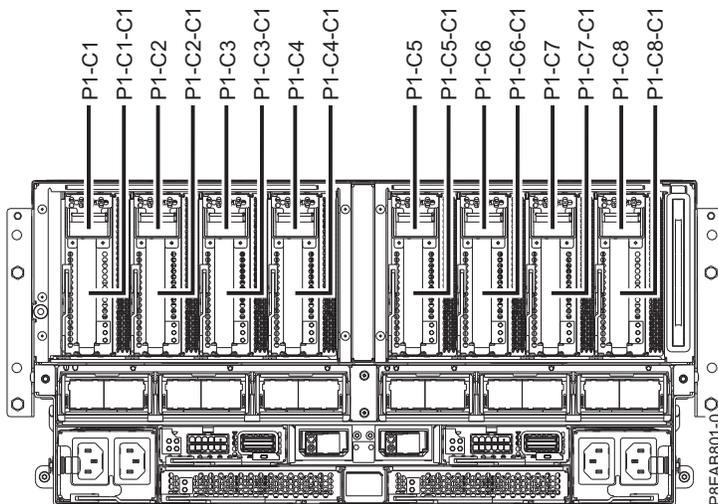

図 37. システムの PCIe アダプター・スロットの位置
3. PCIe アダプターを取り付けるスロットを決定します。PCIe アダプターのスロットはシステムの背面にあります。40 ページの図 37 は、PCIe アダプターのロケーション・コードを示しています。